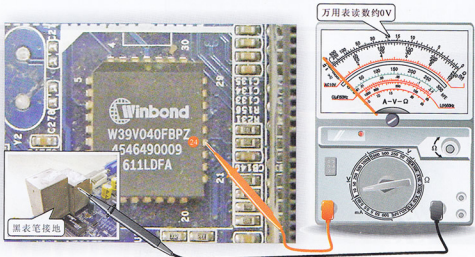

图14-8 万用表检测BIOS芯片②④脚的电压
(3) 在主板工作条件正常的前提下, BIOS芯片的使能信号输出端②④脚和使能信号输入端③⑤脚是判断BIOS芯片好坏的关键引脚, 应重点对这两个引脚进行检测。
首先检测使能信号输出端②④脚, 将万用表的量程旋钮调到直流“10V”挡, 黑表笔接地, 红表笔接BIOS芯片的②④脚, 测得电压为0V, 检测方法如图14-8所示。